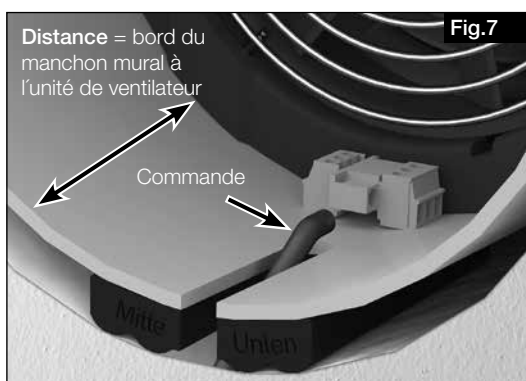

Fig.7
1. Déterminer la longueur de câble pour raccorder l'unité de ventilation et le couper (voir fig. 7).